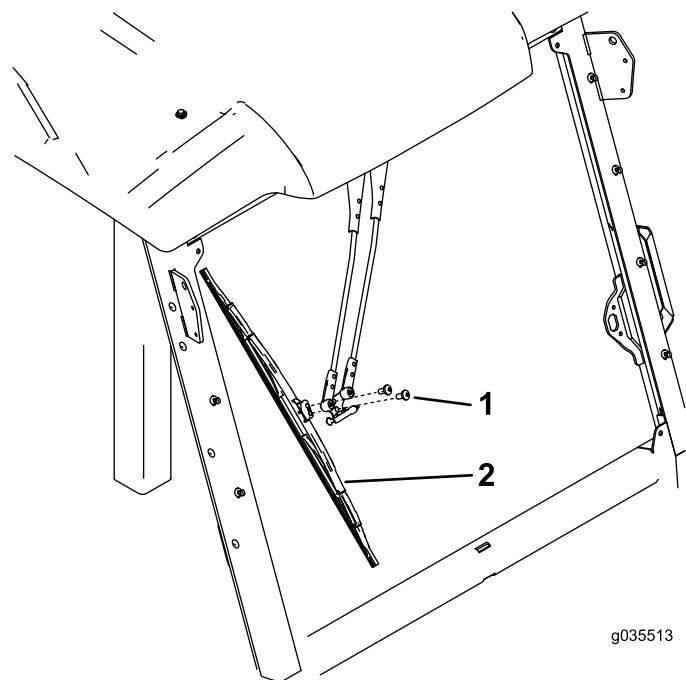

Figure 5
4. Montez le balai d'essuie-glace comme montré à la Figure 5.